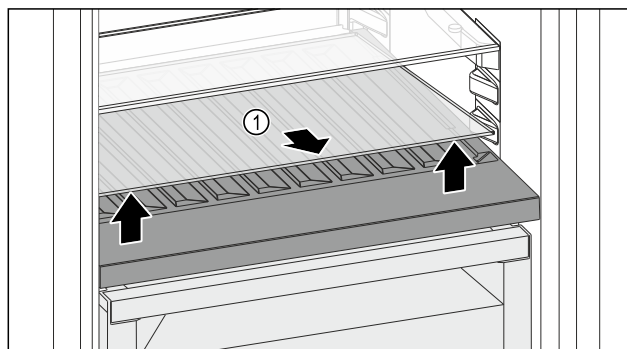

Fig. 162
- ▶ Sollevare il ripiano di vetro Fig. 162 (1) dall'incavo anteriore e rimuoverlo.
- ▶ Conservare il ripiano di vetro Fig. 162 (1) fuori dall'apparecchio in un luogo sicuro.
- ▶ Inserire il ripiano di vetro (2) sotto il vano bottiglie variabile.